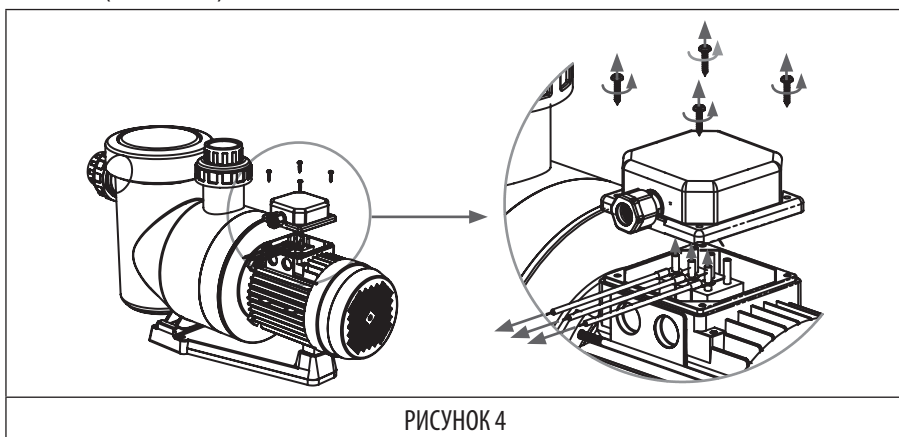

РИСУНОК 4
1. Открутите винты, чтобы открыть распределительную коробку. (РИСУНОК 4)
2. Отсоедините и снимите заводские измерительные провода с клеммной колодки. (РИСУНОК 4)